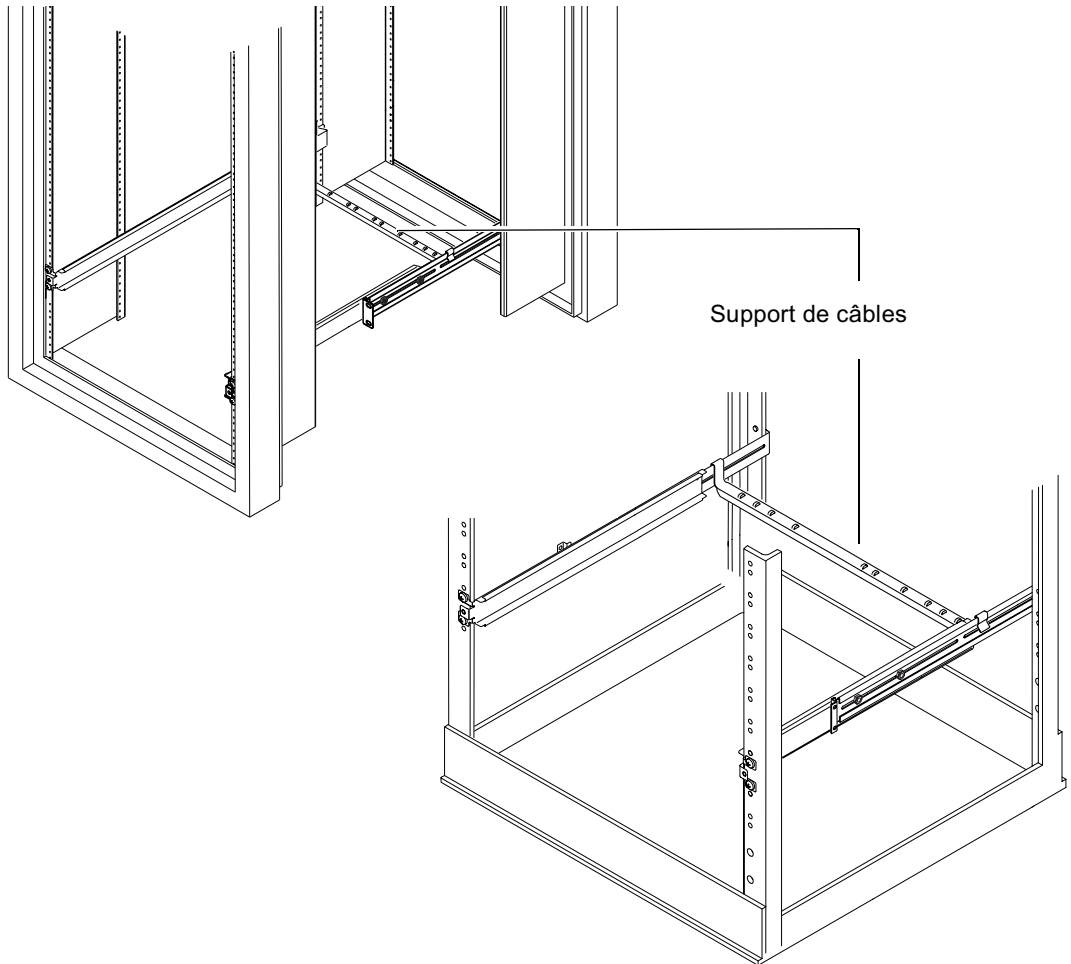

FIGURE 2-9 Installation du support de câbles dans un châssis Sun StorEdge ou un châssis standard de 19 pouces
- Accrochez le support au-dessus des supports guidés à l'arrière du serveur (voir la FIGURE 2-9).